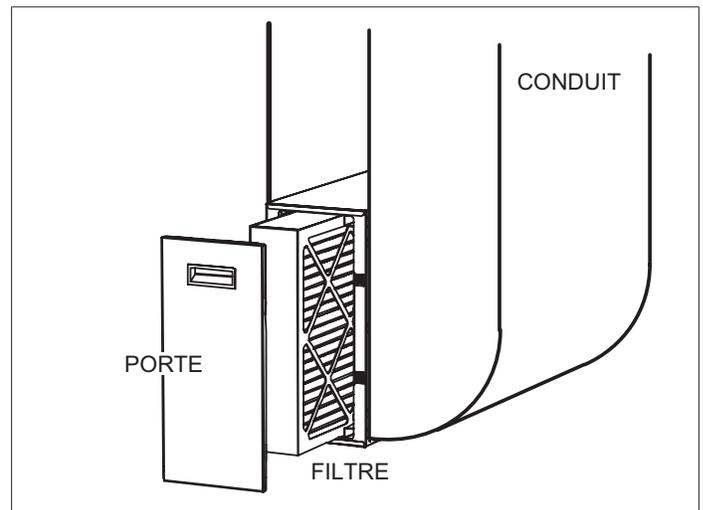

Figure 15. Insérer le filtre et fixer la porte
8. Glissez le filtre dans le rail et fixez la porte de l'enceinte (voir Figure 15).